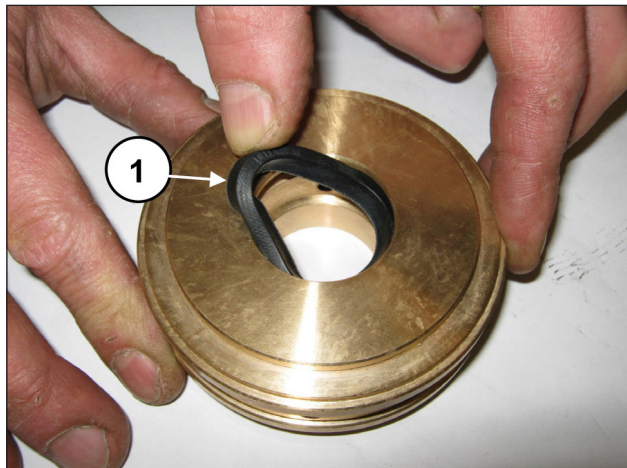

Fig. 175
Inserire la guarnizione di bassa pressione nel supporto guarnizione (pos. ①, Fig. 175) facendo attenzione al senso di montaggio che prevede il labbro di tenuta in avanti (verso la testata).